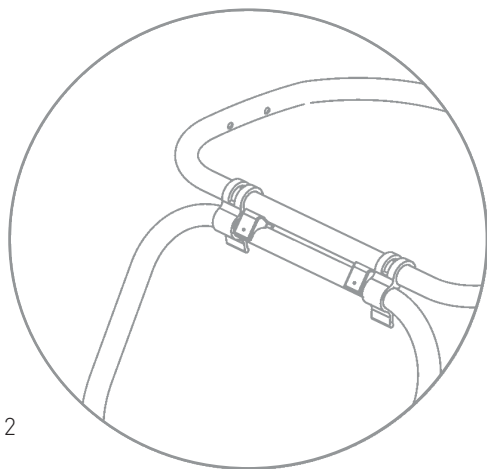

Figure 2
2. Lock bars together by pushing down on latches (Figure 2).
2. Joignez les barres et verrouillez-les en appuyant sur les verrous (Figure 2).
2. Durch Herunterdrücken der Laschen die Stifte miteinander verriegeln (Abb. 2).